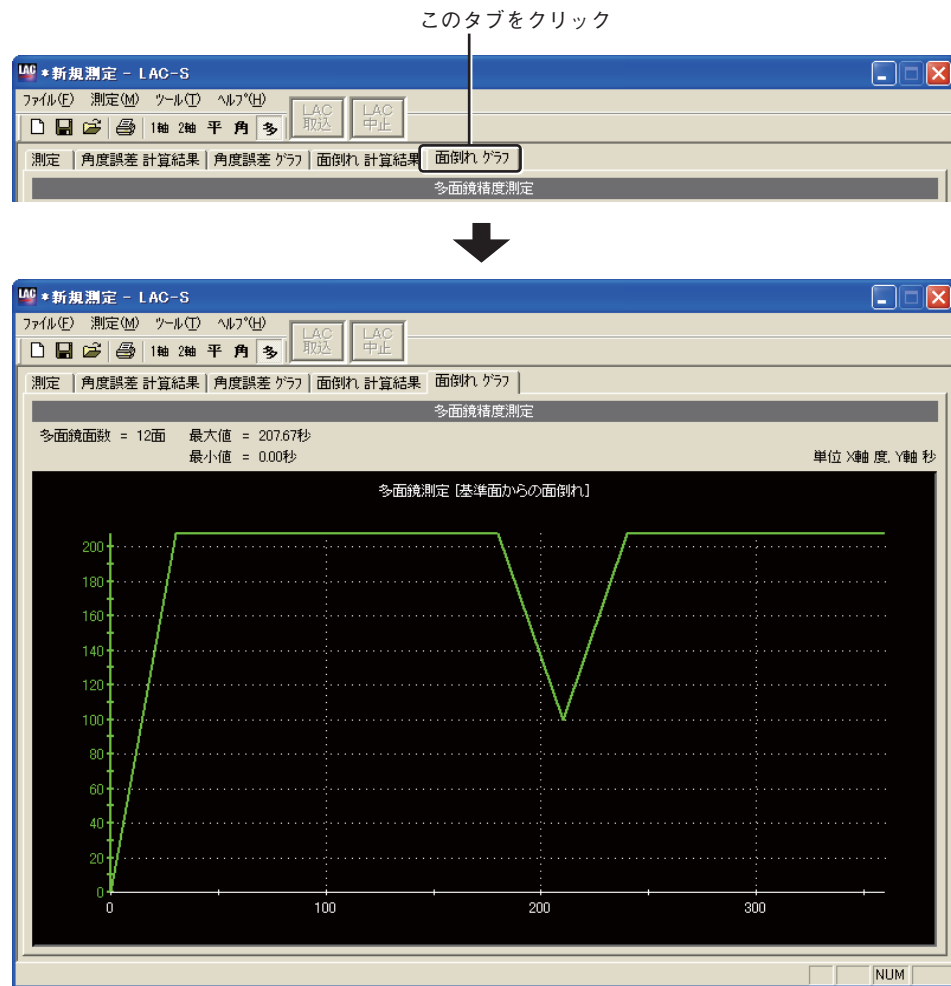

図5-11-14
5.11.2で行った計算結果を「面倒れ グラフ」で表示します。多面鏡精度測定画面の「面倒れ グラフ」タブをクリックすると「面倒れ グラフ」が表示されます(図5-11-14)。